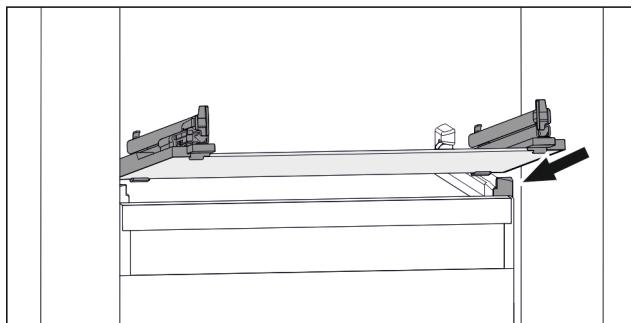

Fig. 134 Примерно изображение на стъклена плоча
- Поставете стъклена плоча под ъгъл зад ограничителите. (виж Fig. 134)